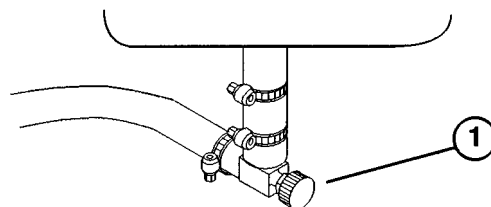

Fig. 12
**BRÆNDSTOFVENTILER** (Fig. 12 & 13)—Inden maskinen sættes væk, skal brændstofventilerne under brændstoftanken og oven over brændstoffilteret lukkes.